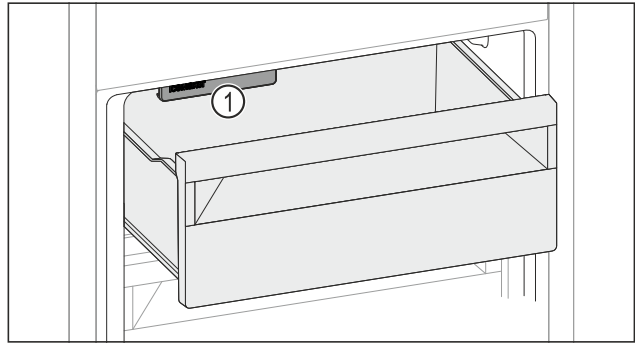

Fig. 143
- ▶ IceMaker Fig. 143 (1) berücksichtigen.